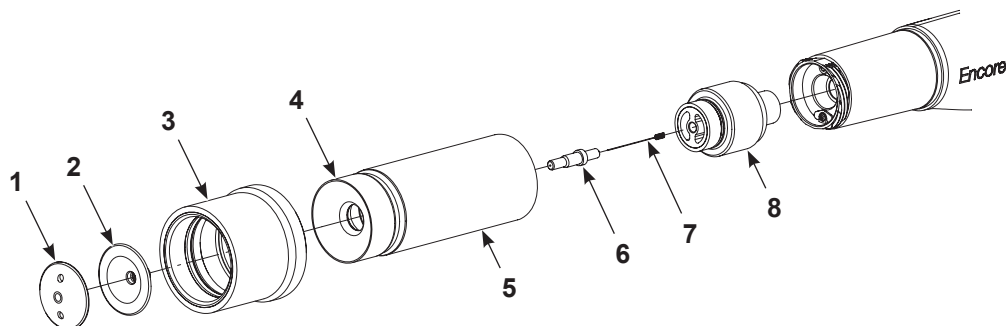

Figura 8 Limpieza de una boquilla cónica
1. Ver la Figura 8. Sujetar el deflector (2) con el dedo mientras se desenrosca la tapa del deflector (1). Extraer el deflector (2) suavemente del portaelectrodo cónico (6).
2. Desatornillar la tuerca de la boquilla (5) en el sentido contrario a las agujas del reloj y retirar la tuerca, la boquilla cónica (4) y el manguito de aplicación (3) de la pistola de aplicación.
5. Examinar el portaelectrodo (6). Si el portaelectrodo está desgastado o dañado, desatornillarlo del portaelectrodo (8) y, a continuación, extraer el electrodo (7). Instalar el electrodo en el nuevo soporte y, a continuación, atornillar el soporte en el portaelectrodo. Instalar el conjunto del portaelectrodo (6, 7 y 8) en la pistola de aplicación.